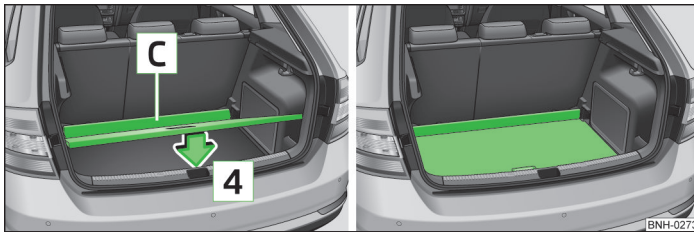

Abb. 71 Variablen Ladeboden in die untere Position einstellen / variabler Ladeboden in der unteren Position
- Den variablen Ladeboden bis zum Anschlag in Pfeilrichtung **3** einschieben, bis dessen vorderer Bereich **C** » Abb. 71 angehoben ist.